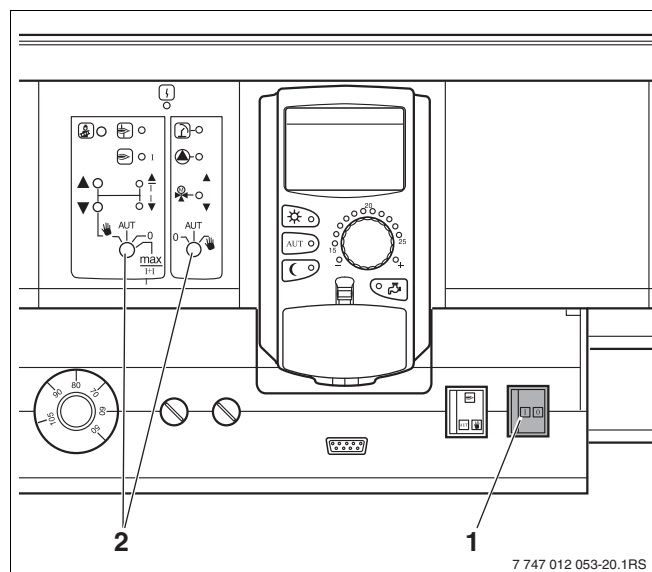

Fig. 8 *Comutator de functionare*
- Verificați dacă întrerupătorul de funcționare de la aparatul de reglare (→ Fig. 8, [1]) și comutatorul manual de la modulele montate (→ Fig. 8, [2]) se află în pozițiile "I" și "AUT".
- Conectați aparatul de reglare poziționând întrerupătorul de funcționare în poziția "I" (→ Fig. 8, [1]).
- Deconectați aparatul de reglare poziționând întrerupătorul de funcționare la "0" (→ Fig. 8, [1]).